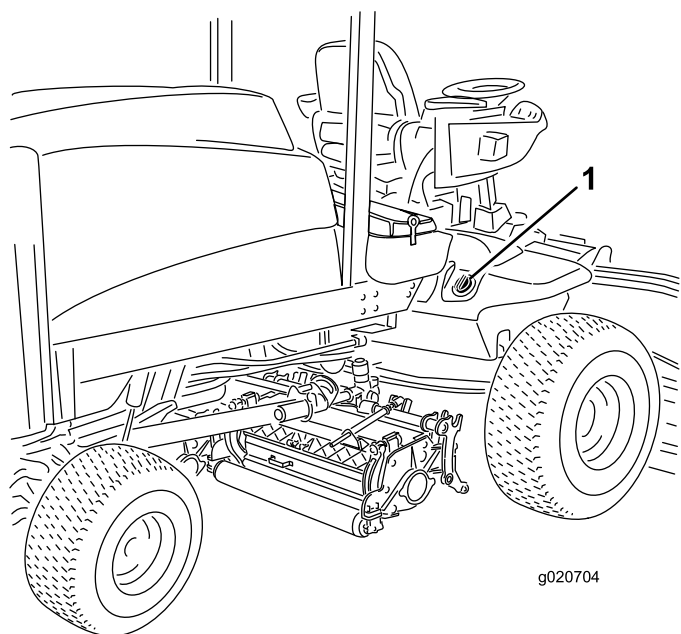

Figura 37
2. Limpie la zona alrededor del cuello de llenado y el tapón del depósito hidráulico (Figura 37). Retire el tapón del cuello de llenado.